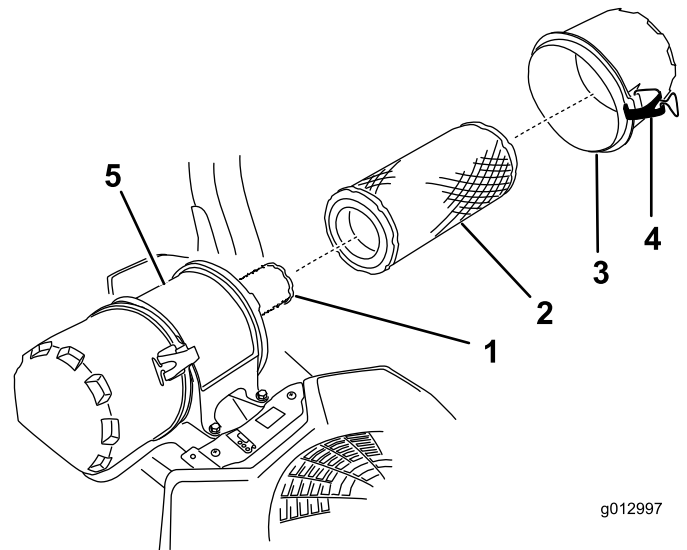

Figure 44
6. Ouvrez les dispositifs de verrouillage du filtre à air et séparez le couvercle du corps du filtre (Figure 44).
8. Sortez le préfiltre du corps du filtre avec précaution (Figure 44).
2. Si vous remplacez l'élément intérieur, insérez-le avec précaution dans le corps du filtre (Figure 44).
3. Placez ensuite le préfiltre sur l'élément intérieur avec le même soin (Figure 44).
4. Remettez en place et verrouillez le couvercle du filtre à air (Figure 44).